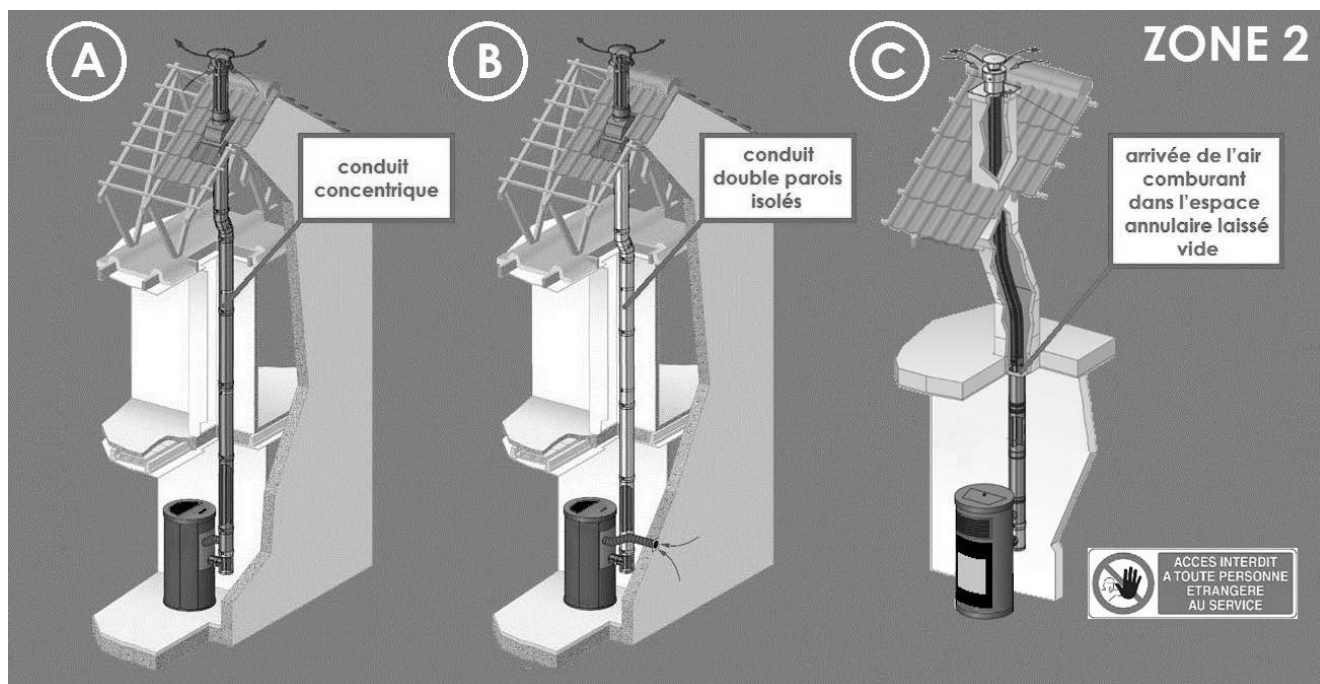

Fig. 10 - Schéma de principe des 3 types de système concentrique avec terminal vertical (ZONE 2)
ATTENTION : exception sur le prélèvement d'air comburant de l'espace interstitiel du conduit concentrique (C). CADEL et FREEPOINT n'autorisent pas que l'on prélève de l'air comburant de l'espace annulaire laissé vide dans le cas d'un tubage de conduit maçonné comme suggéré dans le schéma dans **Fig. 10**, cas (C).